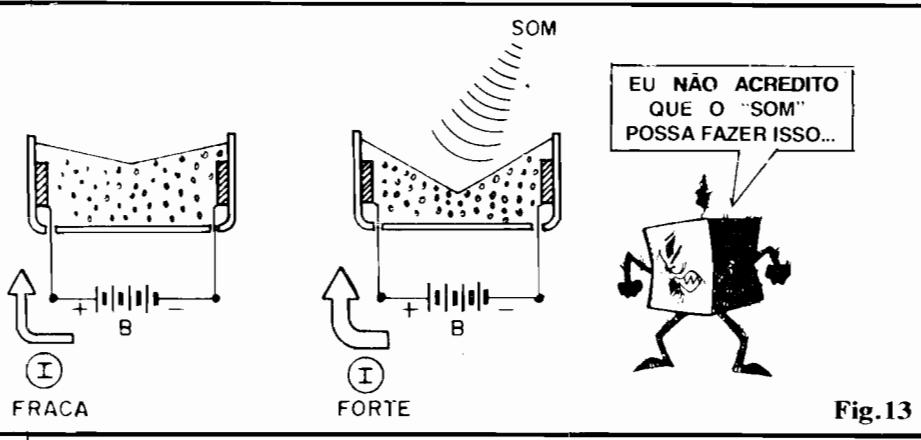

Fig.13
- **FIG. 13** - Como funciona esse "PDR" específico, o MICROFONE DE CARVÃO... Em repouso, o conjunto interno de grânulos de carvão apresenta uma certa condutividade, mostra uma Resistência "X" de valor estável... Se submetido (via seus terminais) a uma Tensão proveniente de bateria ou pilhas "B", desenvolver-se-á uma Corrente "I", digamos "fraca"... Quando, porém, alguém fala à frente da membrana flexível do microfone, a "pressão" das Ondas Sonoras "deforma" momentaneamente a membrana... Nos momentos em que esta é pressionada "para dentro", os grânulos de carvão são, naturalmente, comprimidos, com